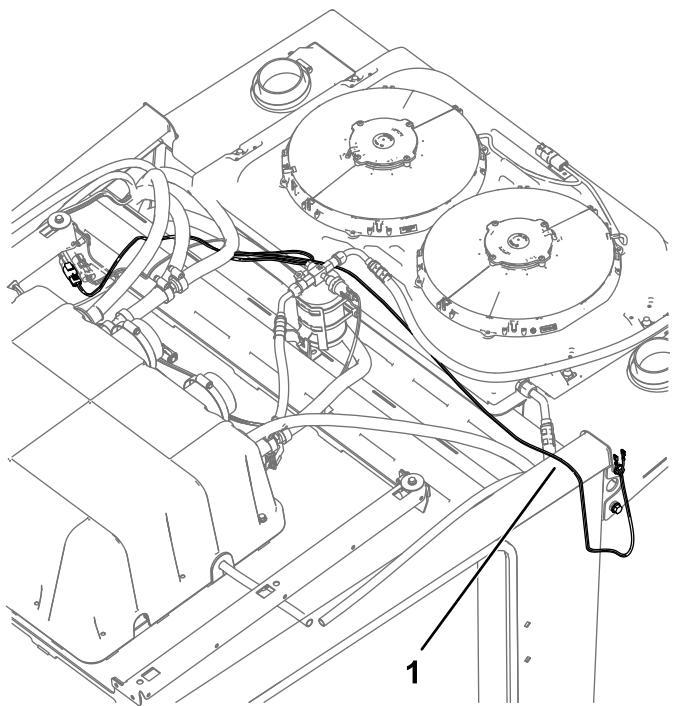

Figur 1
1. Fjern førerhustaket, som vist i Figur 1.